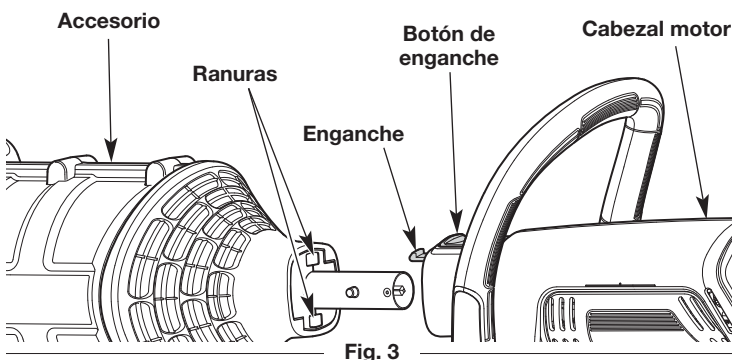
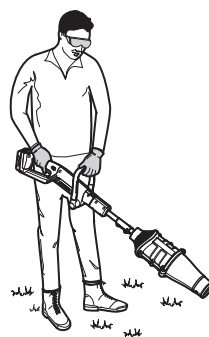

Fig. 3
Fig. 7
1. Alinee cualquiera de las dos ranuras del accesorio con el gancho del cabezal motor (Fig. 3). Si utiliza la boquilla, verifique que apunta hacia adelante cuando se sostiene la unidad en la posición de funcionamiento (Fig. 7).
2. Inserte el accesorio en el cabezal motor hasta que el enganche calce en su lugar (Fig. 3).
1. Oprima firmemente el botón de enganche y tire del accesorio de manera recta para sacarlo del cabezal motor (Fig. 3).
- Párese en la posición de operación (Fig. 7).